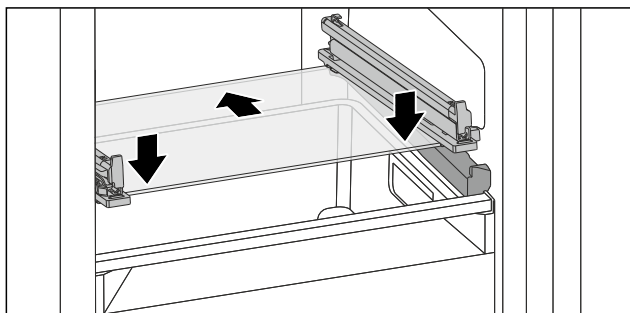

Fig. 203 Skleněná deska odklápěcí zásuvky
- ▶ Nasadte skleněnou desku šikmo za zarážky. (viz Fig. 203)